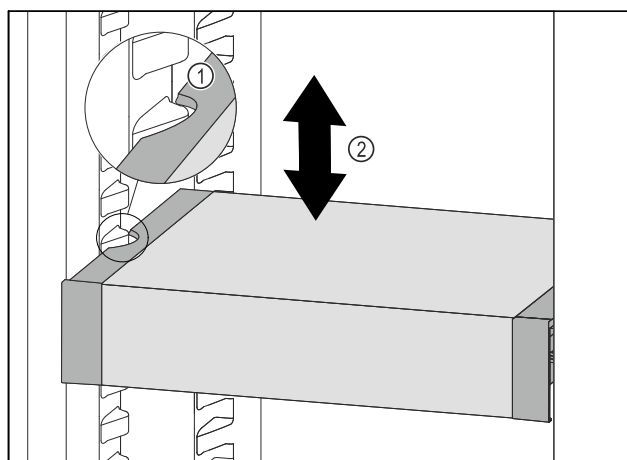

Fig. 67
- Тяните VarioSafe вперед, пока боковые выемки VarioSafe не окажутся на высоте выступа резервуара в холодильном отделении. Fig. 67 (1)
- ▶ Двигайте VarioSafe в холодильном отделении вверх или вниз, пока не будет достигнута требуемая высота. *Fig. 67 (2)*